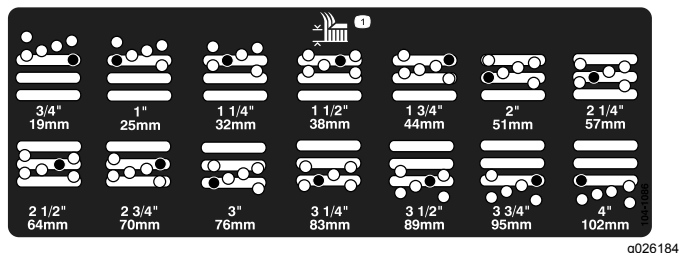

Bild 16
- Stellen Sie die Kammer auf die gewünschte Schnitthöhe ein und setzen Sie das Distanzstück im gewünschten Schnitthöhenloch und -schlitz ein (Bild 16).